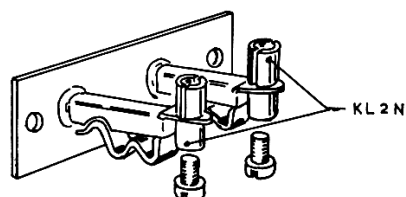

Fig. B19
11. Bevestig aan de **stekerbussplaat** twee draadklemmen KL 2 N, nadat je de aansluitlippen van deze stekerbussplaat met een tangetje hebt omgebogen. Voor het vastzetten gebruik je weer de korte boutjes. Zie fig. B19.